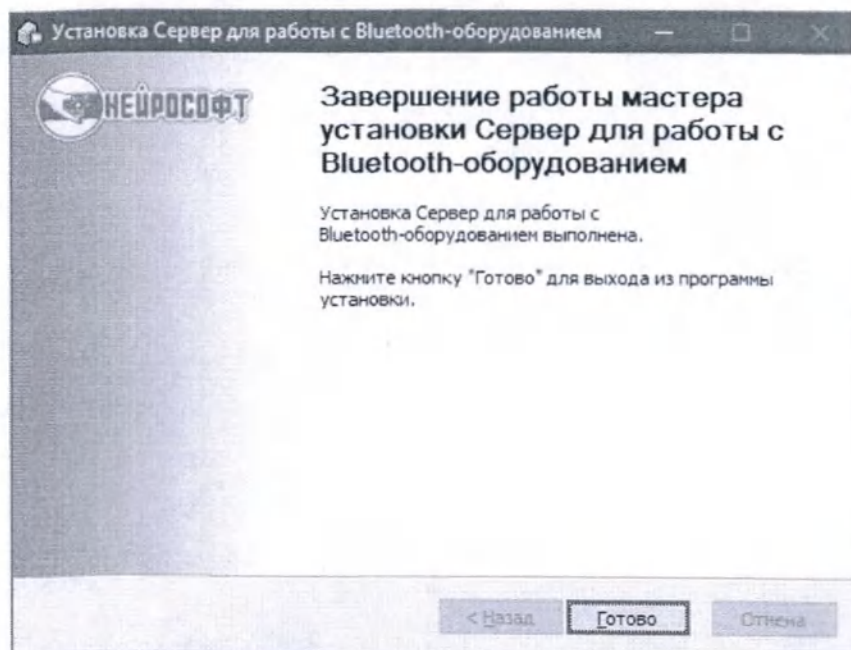

Рис. 12. Окно завершения работы мастера установки
6. После завершения работы мастера установки нажмите «Далее» и «Готово» для выхода из программы установки (рис. 12).